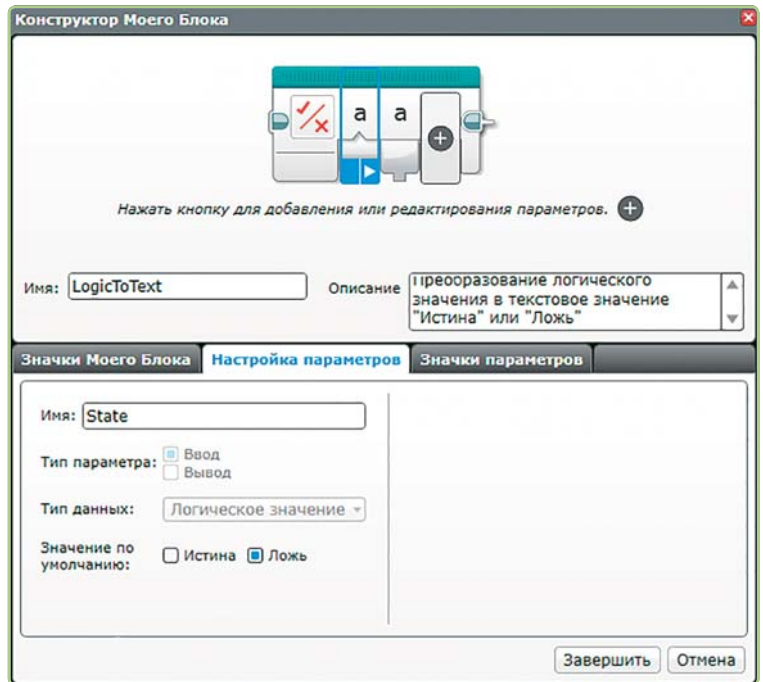
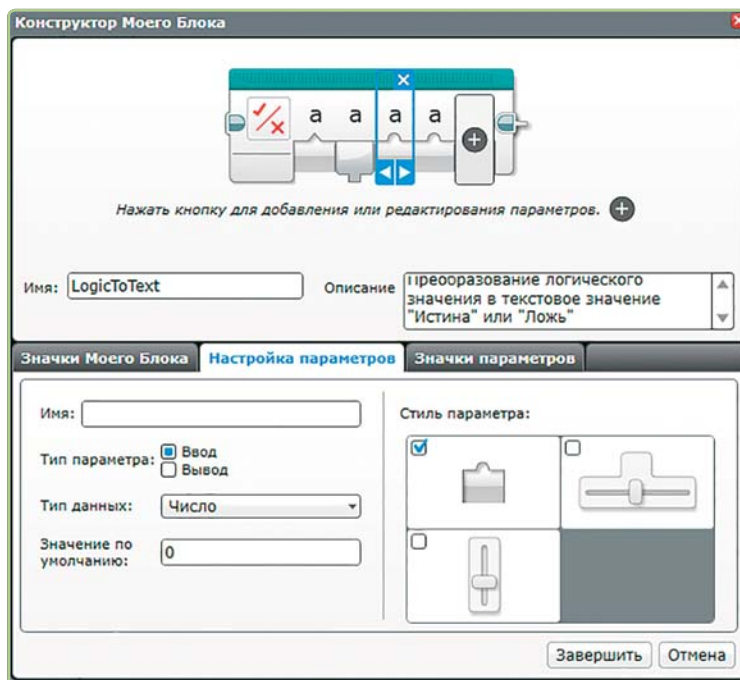

Рис. 12.11. Вкладка **Настройка параметров** (Parameter Setup) для первого параметра
Рис. 12.19. Вкладка **Настройка параметров** (Parameter Setup) для нового параметра
8. Убедись в том, что выбран первый параметр, а затем щелкни по вкладке **Настройка параметров** (Parameter Setup). Окно должно выглядеть так, как показано на рис. 12.11.
Вкладка **Настройка параметров** (Parameter Setup) определяет внешний вид и поведение параметра. Ты уже видел эту вкладку для контейнера **LogicToText** на рис. 12.11. На рис. 12.19 показана вкладка **Настройка параметров** (Parameter Setup) для одного из параметров, добавленных с помощью окна **Конструктор мой блок** (My Block Builder). Для добавленных таким способом параметров ты можешь указать, должны ли они представлять собой ввод или вывод блока, а также выбрать тип данных. Если для настройки **Тип параметра** (Parameter Type) выбран вариант **Ввод** (Input), а для настройки **Тип данных** (Data Type) — **Число** (Number), правая часть вкладки предоставит тебе на выбор ползунковый регулятор для ввода значения, если ты предпочитаешь использовать его вместо обычного ввода. При выборе одного из ползунковых регуляторов ты все равно сможешь ввести значение или использовать шину данных (как в случае с параметром **Мощность** (Power) блока **Рулевое управление** (Move Steering)).